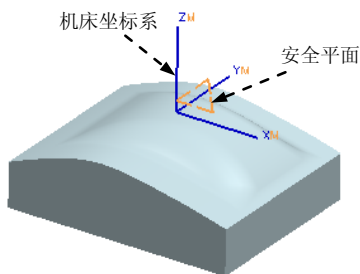

图 4.5.2 创建机床坐标系及安全平面
Step3. 单击“CSYS”对话框操控器区域中的“点对话框”按钮，在“点”对话框的 ZC 文本框中输入值 80.0，单击 确定 按钮，然后在“CSYS”对话框中单击 确定 按钮，完成图 4.5.2 所示的机床坐标系的创建。
Step4. 创建安全平面。在 间隙 区域的安全设置选项下拉列表中选择 平面 选项，单击“指定安全平面”按钮，单击 按钮，在 偏置 文本框中输入值 90.0，单击“平面构造器”对话框中的 确定 按钮，完成图 4.5.2 所示安全平面的创建，然后在“Mill Orient”对话框中单击 确定 按钮。